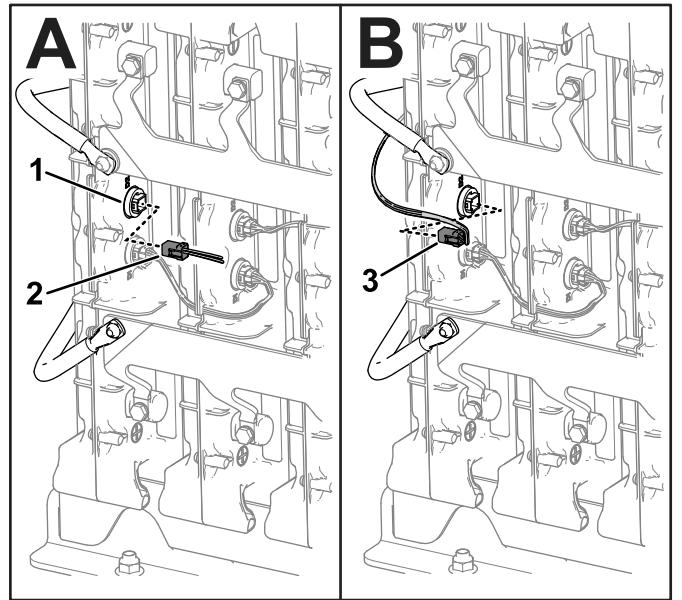

図 8
3. 既存の (CAN) ワイヤーハーネスをD2バッテリーポートから取り外す (図8)。ワイヤーハーネスは保管しておくこと。
4. データインターフェイスワイヤーハーネスの残りのコネクタ (45-1/2") をD2バッテリーポートに向けて配線する (図8)。